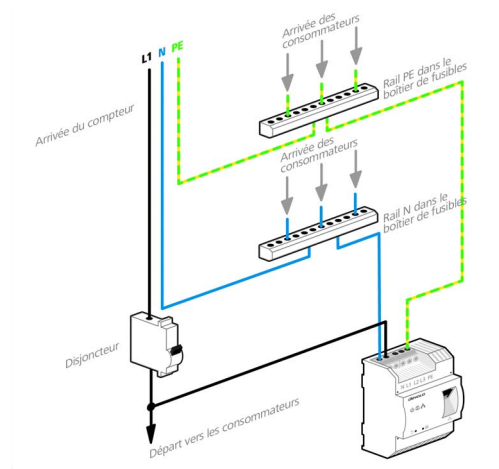

Fig. 4
- **Branchement monophasé** : le conducteur de neutre et le conducteur de phase sont branchés sur les bornes **N** et **L1** (voir la fig. 4).